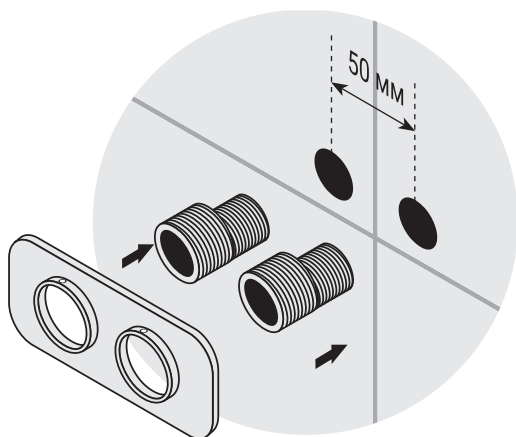

Рис.3
5.1.3. При помощи шестигранного ключа №12 произведите монтаж эксцентров в водорозетки и выставите их на необходимом расстоянии. В дальнейшем на них будут установлены декоративный отражатель (рис. 3) и накидные гайки углового вентиля EU50 (рис. 4). Со стороны резьбы эксцентрика G 1/2" используйте материалы для герметизации резьбовых соединений.